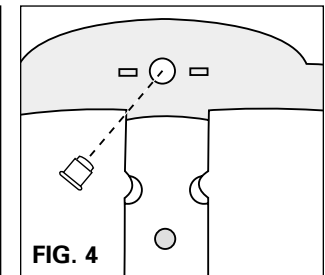

FIG. 4
4. Insert pushbutton into hole from inside of dispenser (see Figure 4). Insert metal lock spring back in place, lining up notches on it with ones on back panel. Push bottom tab of lock spring up until it snaps into place.
4. De l'intérieur de la boîte distributrice, insérer le bouton-poussoir dans l'orifice (Figure 4). Remettre le ressort de bloqueur en place tout en alignant les orifices avec ceux du panneau arrière. Appuyer sur la languette du ressort de bloqueur jusqu'à ce qu'il se ferme avec un bruit sec.